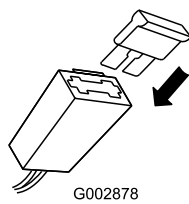

Figura 8
2. Inserite il fusibile nel portafusibili (Figura 8).